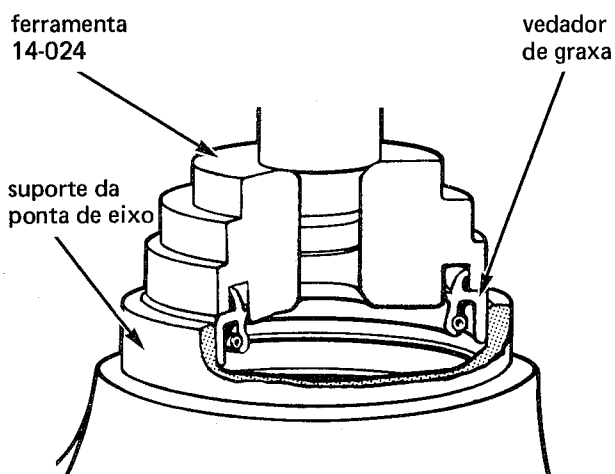

fig. 46
6. Aplicar graxa nos lábios do vedador (fig. 4) e, com o auxílio da ferramenta 14-024 na posição inversa à utilizada na montagem da capa do rolamento, instalar um novo vedador (fig. 46)